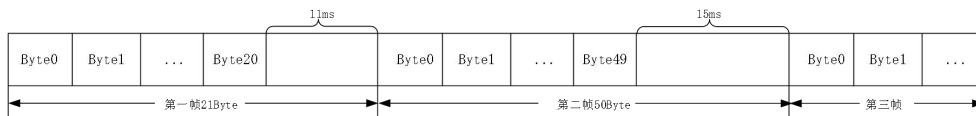

图 4.26 码间超时示意图
- 码间超时：该配置用于串口判断数据是否已接收完成。如图 4.26 所示，当码间超时配置成 10ms，如果串口传输过程中出现空闲超过 10ms 那么串口会把前面已收到数据当做一个分帧。用户需要根据波特率合理配置码间超时时间，避免出现码间超时小于一个码元时间。